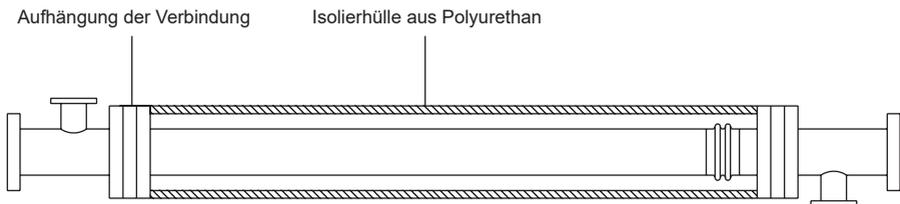

Abb. 10
- 4.9** Um den Kompensator vor äußerer Beschädigung zu schützen und den Energieverbrauch zu optimieren, ist es ratsam, eine Isolierhülle aus Polyurethan zu verwenden, wie in Abbildung 10 dargestellt.